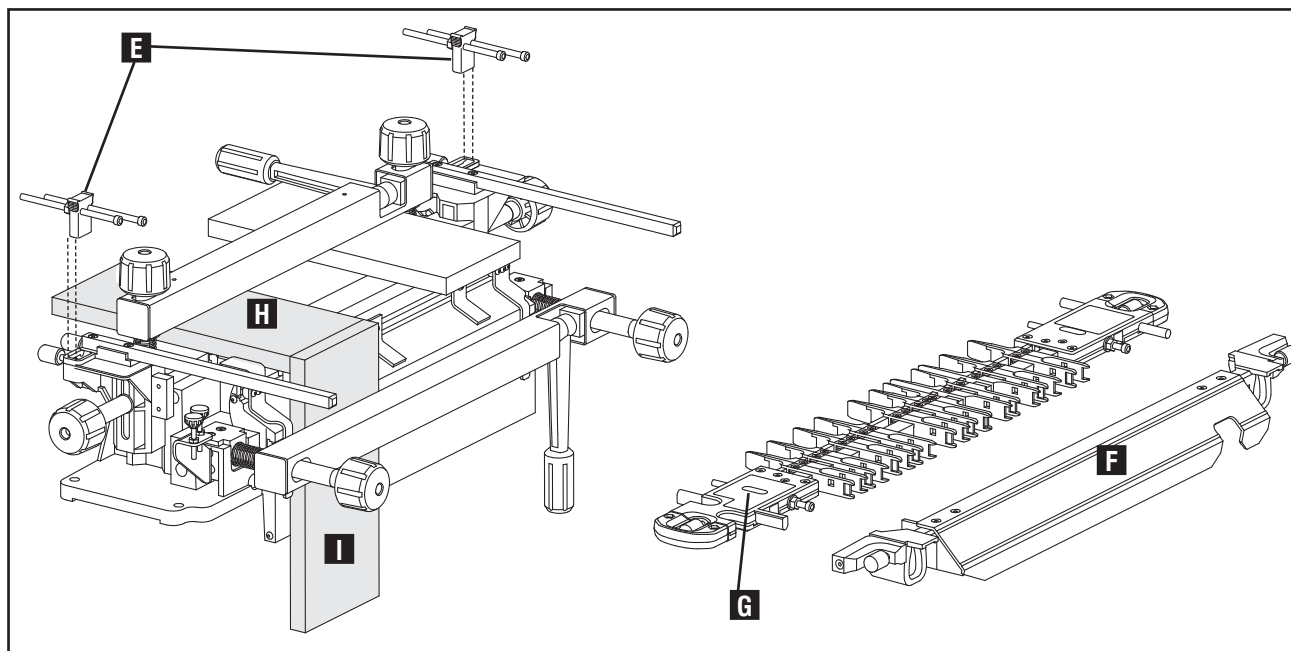

Fig. D5
1. Insérez les butées appropriées (E), Fig. D5, selon le Guide d'installation des queues d'aronde.
2. Retirez la barre stabilisatrice (F).
3. Assurez-vous que le gabarit à doigt à espacement variable est monté sur les tiges avec l'étiquette rouge « Brèches A » (G) avec le côté face vers la gauche.
4. Montez une planche de rebut en position horizontale, comme indiqué en (H). Assurez-vous que cette planche est de la même épaisseur que la planche-goujon.